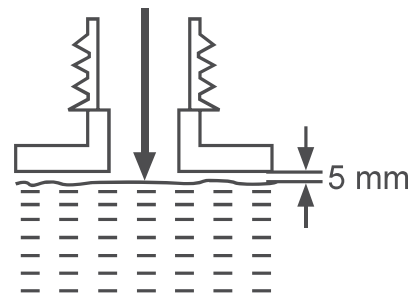

Fig. 7
4. Añada combustible adecuado al depósito de combustible. Deje como mínimo 5 mm de espacio entre la parte superior del combustible y el borde interior del depósito para permitir que se expanda (Fig. 7).